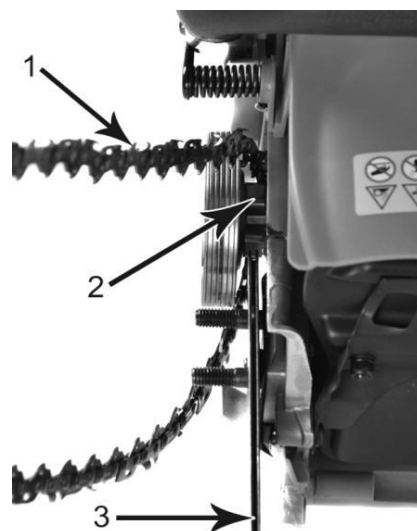

Рис. 5
3. Наденьте цепь (1) на ведущую звездочку (2) позади муфты сцепления. Убедитесь, что звенья встали между зубчиками звездочки (см. Рис. 5).
4. Вставьте ведущие звенья в канавку шины (3) и обведите цепь вокруг концевой части шины (см. Рис. 5). Цепь будет немного свешиваться с нижней части шины.